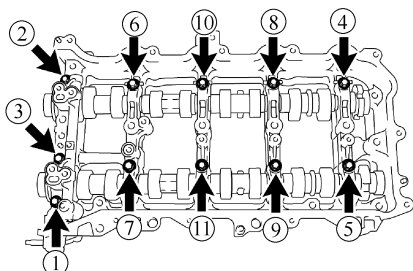

图 1-159 拆下凸轮轴轴承盖
② 用旋具撬动气缸盖和凸轮轴壳之间的部位，拆下凸轮轴壳。
① 按图 1-159 中数字所示顺序，拆下 11 个轴承盖螺栓。